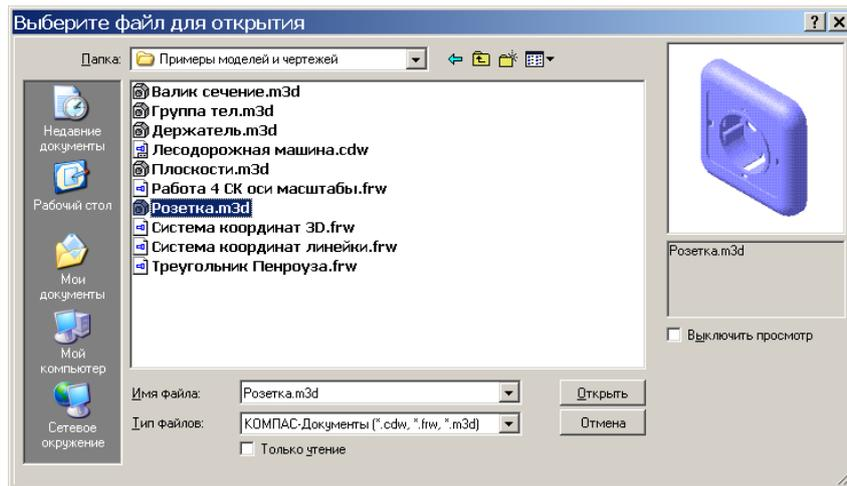

Рис. 1.12. Открытие файла модели.
- установите в поле **Тип файлов** маску - ***.m3d**, а затем в списке файлов найдите и откройте (кнопка **Открыть** или двойной щелчок мыши) файл с деталью **Крышка розетки.m3d** (рис. 1.12).